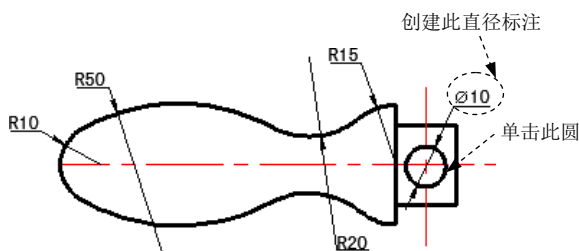

图 17.4.18 标注直径
Step4. 创建直径标注。标注图 17.4.18 所示的第一个圆的直径。选择下拉菜单 **标注(B) → 直径(D)** 命令，单击图 17.4.18 所示的圆，在绘图区空白处单击一点，以确定尺寸放置的位置。